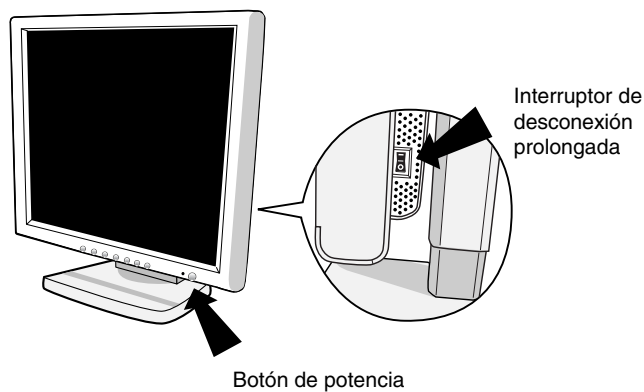

Figura D.1
5. Compruebe que el interruptor de desconexión prolongada de la parte derecha del monitor está en la posición ENCENDIDO. Encienda el monitor y el ordenador con el botón de potencia (**Figura D.1**).